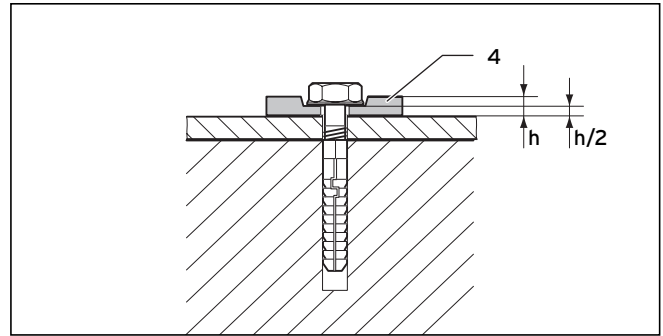

Bild 5.41 Montering med flexibla underlagsskivor
- Fäst skorstenshuvens fot (2) på skorstenskanten med fyra skruvar.
De 4 flexibla underlagsskivorna (4) måste användas för att motverka materialutvidgning. Tryck ihop underlagsskivorna med 50 %, se bild 5.41.